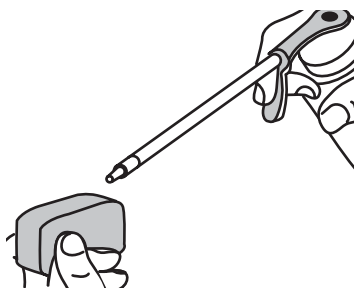

Fig. 47
4. Appliquez une quantité suffisante d'huile moteur propre SAE 30 pour enduire légèrement le filtre (Fig. 47).